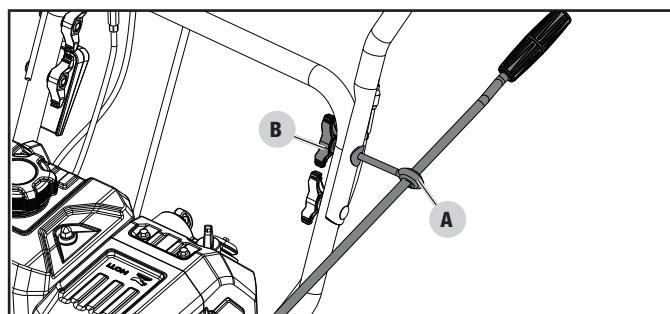

Figure 8A
1. Glissez le boulon à œil (A) dans le trou de connexion de la poignée supérieure et de la poignée inférieure. Vissez le bouton de verrouillage (B) sur le boulon à œil (A) (fig. 8A). Serrez bien les boulons. Ne serrez pas de manière excessive.